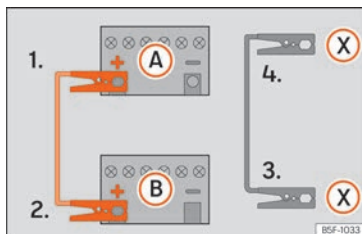

Fig. 50 Esquema de conexión para vehículos con sistema Start-Stop.
- 4b. *En los vehículos con sistema Start-Stop:* emborne un extremo del cable negro de emergencia (X) a un terminal de masa adecuado, a una pieza de metal maciza que vaya atornillada al bloque motor o al mismo bloque motor » » **fig. 50**.
5. Emborne el otro extremo del cable negro de emergencia (X), en el vehículo con la batería descargada, a una pieza de metal maciza que vaya atornillada al bloque motor o al mismo bloque motor pero lo más alejado posible de la batería (A).